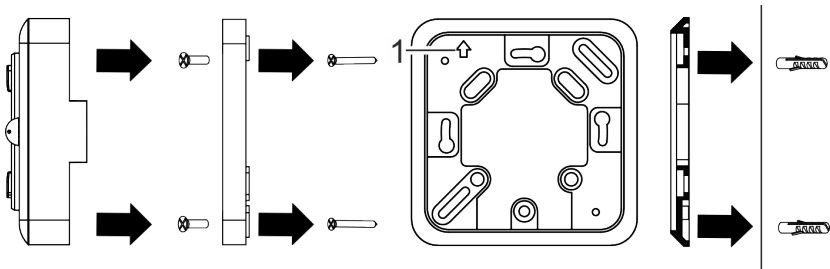

Fig. 6: Montaje sobre roseta empotrada y en superficie
1. Monte la placa de montaje sobre la roseta empotrada con tornillos (3,5 x 25 mm) (Fig. 6).
La flecha (Fig. 6/1) situada sobre la placa de montaje tiene que apuntar hacia arriba.
- Monte el fondo de la carcasa del aparato sobre la placa de montaje con los tornillos (3 x 6 mm) (Fig. 6).
4. Fije el fondo de la carcasa a los tacos de la pared con los tornillos (3,5 x 25 mm) (Fig. 6).